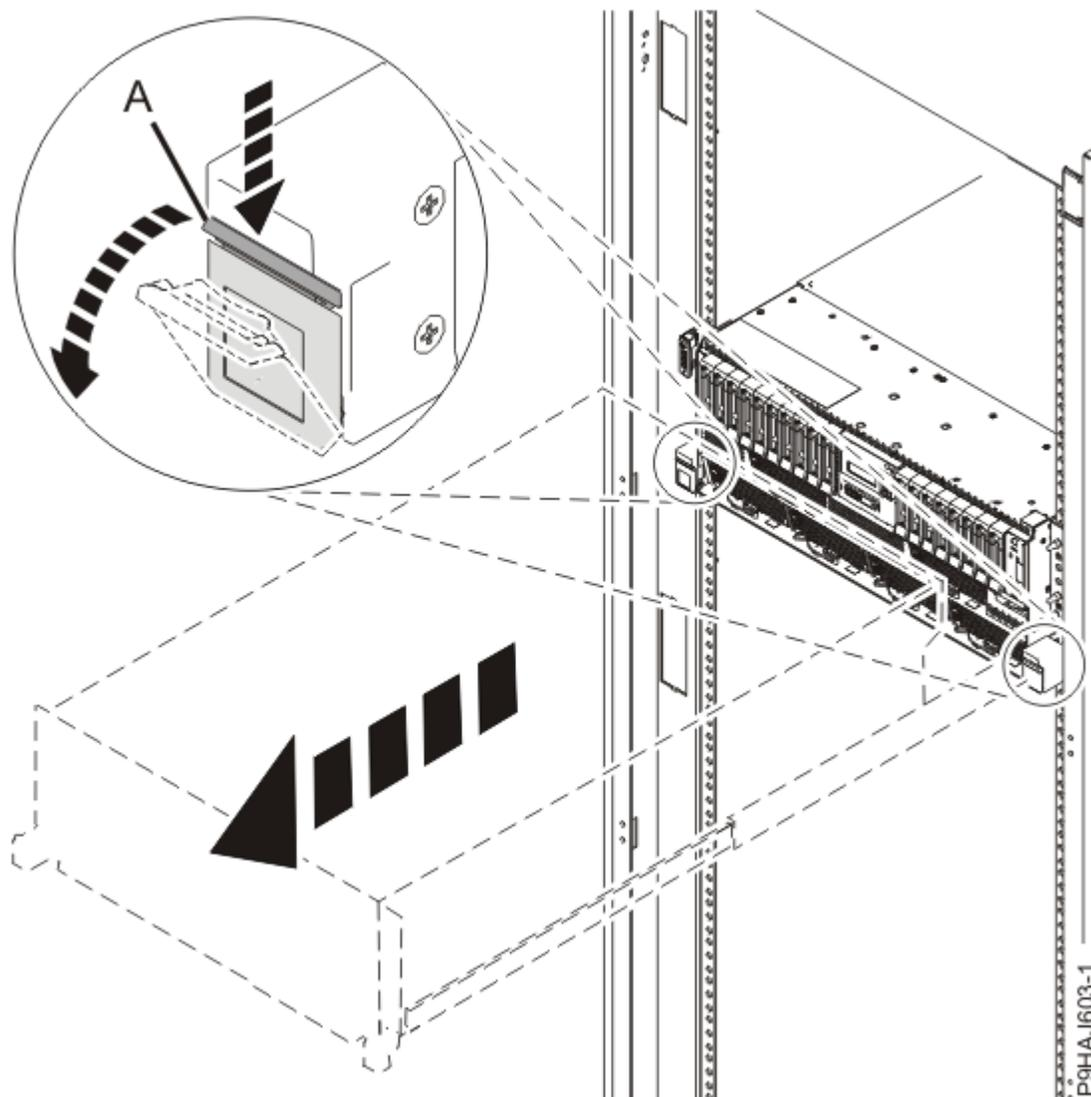

Figura 36. Liberando as Travas Laterais
4. Para um sistema montado em rack, abra as travas laterais **(A)** e puxe-as para deslizar a unidade de sistema totalmente para a posição de serviço, até que as lâminas cliquem e prendam a unidade de sistema firmemente. Assegure-se de que os parafusos dentro das travas não estejam fixados no rack. Veja Figura 36 na página 42.